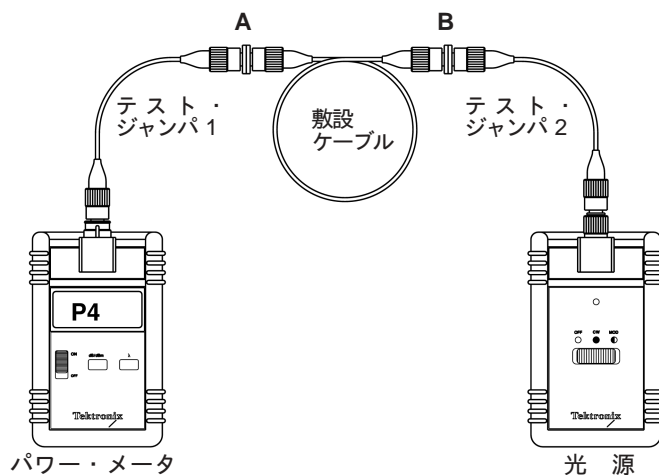

図 4-6 : リバース・リンク接続
4. 双方向の損失を測定する必要があります。今度は、光源とパワー・メータの接続を逆にします (図 4-6 参照)。次の公式を使用して、リバース損失を計算します。